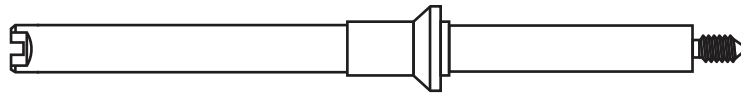

Abb. 13 Halterungsstange (G4513-20561)
- 7 Befestigen Sie die Injektorhalterungsstange (G4513-20561, Abbildung 13) an der Gewindeverbindung der GC-Einlassabdeckung. Wenn die falsche Vorrichtung verwendet wird (zum Beispiel die 7683B ALS-Halterungsstange), funktioniert der Injektor nicht. Die in diesem Kit enthaltene Halterungsstange wird nur vom G4513A Injektor unterstützt.